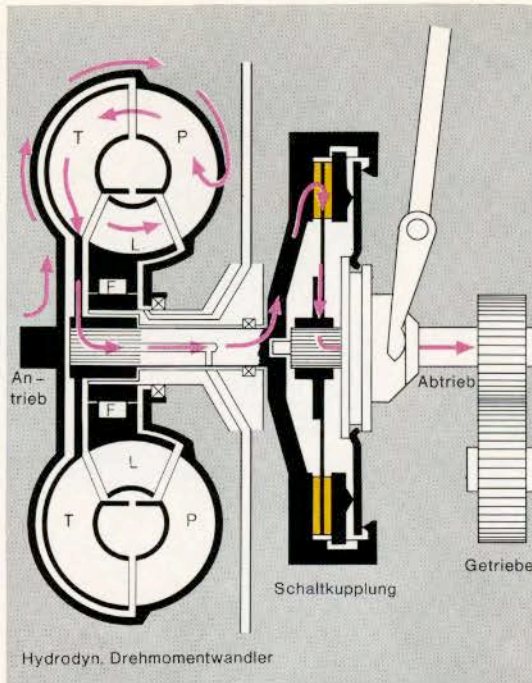

Bild 1
Bild 1 zeigt den Wandler zusammen mit der Trennkupplung, wobei der Drehmomentverlauf durch Pfeile dargestellt ist. Es besteht an zwei Stellen die Möglichkeit, den Kraftfluß weitgehendst bzw. ganz zu unterbrechen, und zwar einmal im Wandler selbst zwischen Pumpe (P) und Turbine (T) und ein zweites Mal in der Einscheibentrockenkupplung zwischen Druckplatte und Kupplungsscheibe. Um eine bessere Übersicht zu bekommen, betrachten wir nun den Wandler und die Funktion der Schaltkupplung getrennt.